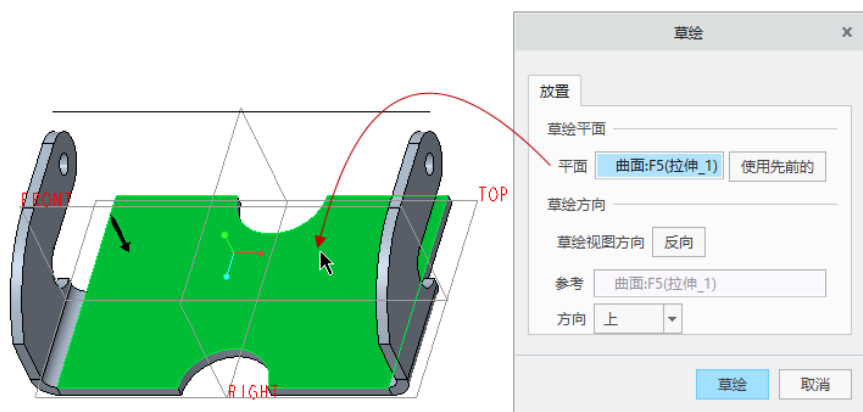

图 5-175 指定草绘平面
(1) 单击  (拉伸) 按钮, 并暂时接受“拉伸”选项卡上默认的按钮设置。
(2) 打开“放置”面板, 单击“放置”面板上的“定义”按钮, 弹出“草绘”对话框。指定草绘平面, 如图 5-175 所示, 然后在“草绘”对话框上单击“草绘”按钮, 进入草绘器。